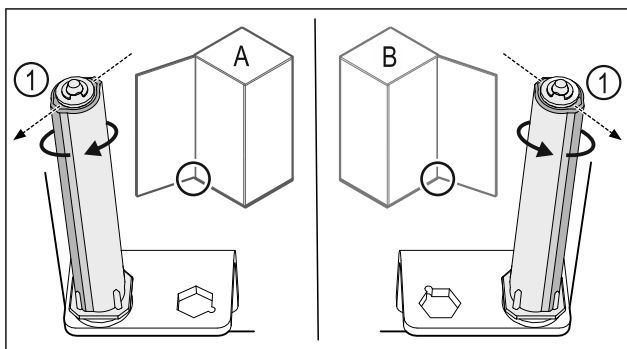

Fig. 38 Левое навешивание (A) / правое навешивание (B)
- Поворачивайте систему закрытия ☞ преодолевая сопротивление ☞ отсоедините блок от ребра Fig. 38 (1) не будет направлено наружуУ